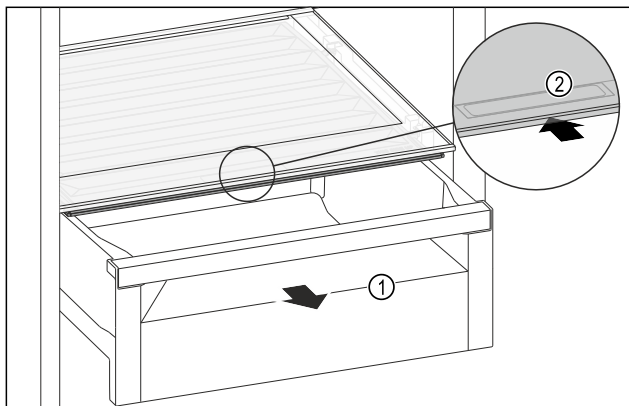

Fig. 117
- Schubfach Fig. 117 (1) herausziehen.
- Griffmulde Fig. 117 (2) am Fachdeckel anfassen und Fachdeckel gleichzeitig nach hinten schieben.